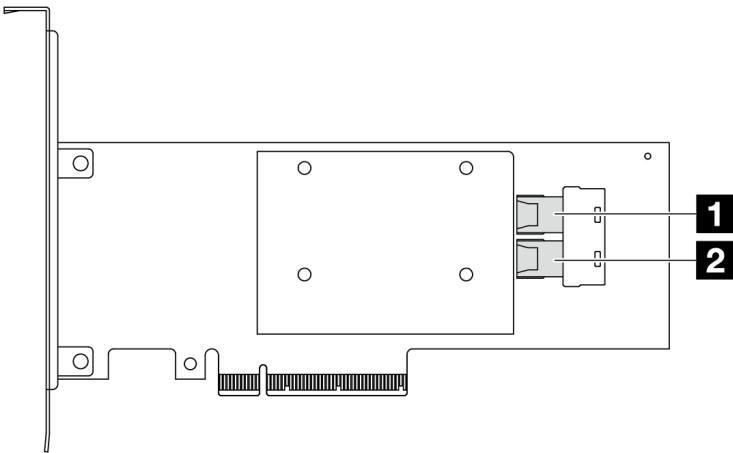

図 296. Gen 3 8i SFF RAID/HBA アダプター (2 ポート・コネクタ)
- 301 ページの 図 296 「Gen 3 8i SFF HBA アダプター (2 ポート・コネクタ)」